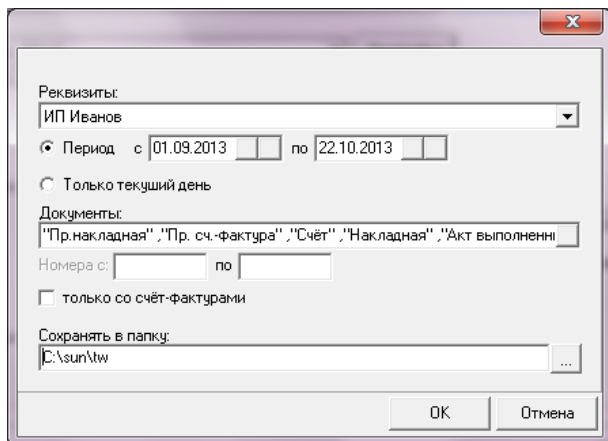

Рис. 177. Настройка экспорта данных программы Бизнес Пак
- «Экспорт БП.fr3» – при выборе этого шаблона данные экспортируются в файл формата XML для последующей передачи в программу Бизнес Пак версии, не ниже 7.3 (рис. 177).